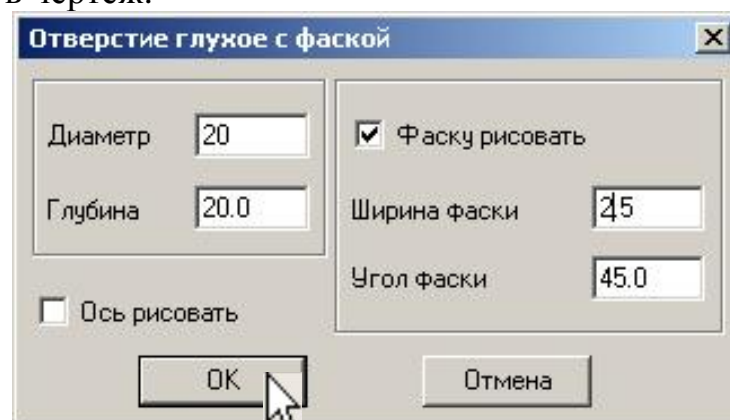

Рис. 39
6. Для выполнения глухого отверстия откройте **Прикладную библиотеку КОМПАС**, находящуюся в разделе **Прочие**. Выберите **Глухое отверстие** в разделе **Гладкие отверстия** и установите необходимые параметры отверстия, рис. 39 (ось не рисовать). Вставьте в чертеж.